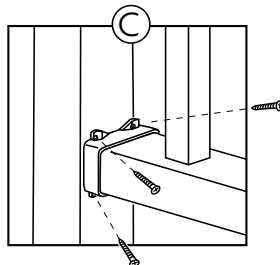

Figure 6
- Répétez les étapes 6 et 7 pour les trois autres vis du premier support inférieur (Figure 6).